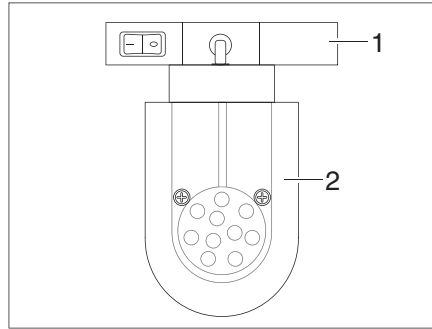

Fig. 57 Spot DEL (exemple)
- Saisir le support (Fig. 57,1) et le tourner de 90°.
- Retirer le spot DEL (Fig. 57,2) du système de rail.
- Placer le spot DEL (Fig. 57,2) à la position désirée dans le système de rail et le tourner de 90°.